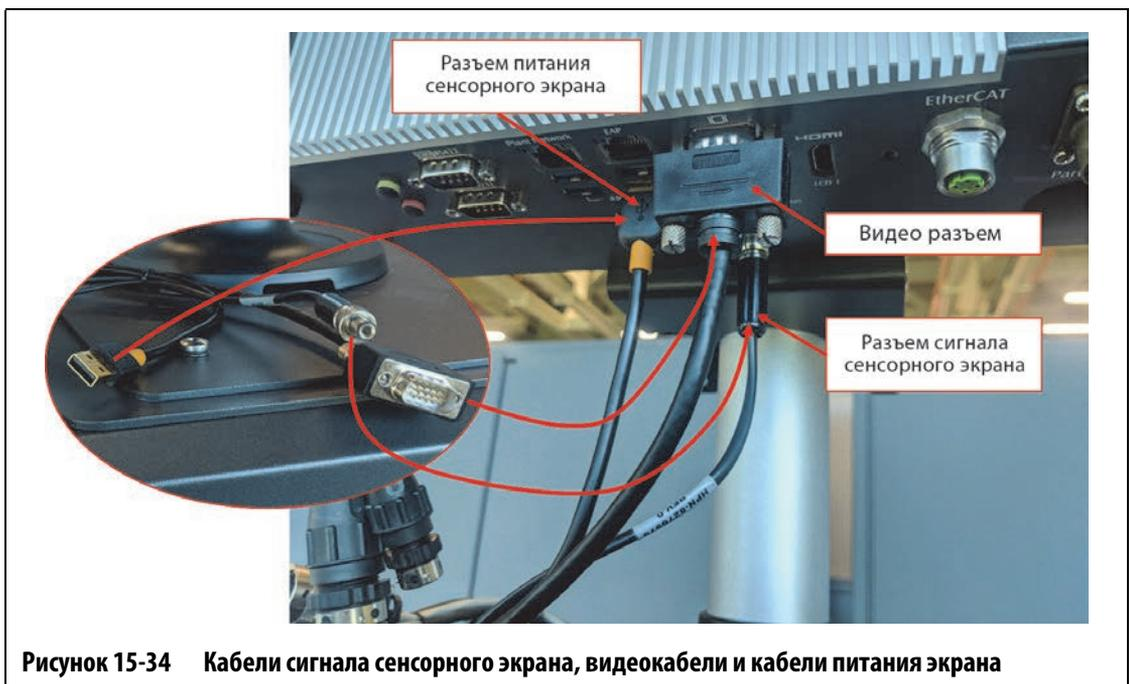

Рисунок 15-34 Кабели сигнала сенсорного экрана, видеокабели и кабели питания экрана
7. Подключите разъем кабеля для передачи сигнала сенсорного экрана, разъем кабеля для передачи видеосигнала сенсорного экрана и разъем кабеля питания сенсорного экрана к разъему для передачи сигнала сенсорного экрана, разъему 12 В постоянного тока ЖК дисплея и разъему VGS в нижней части БУД. См. Рисунок 15-34.